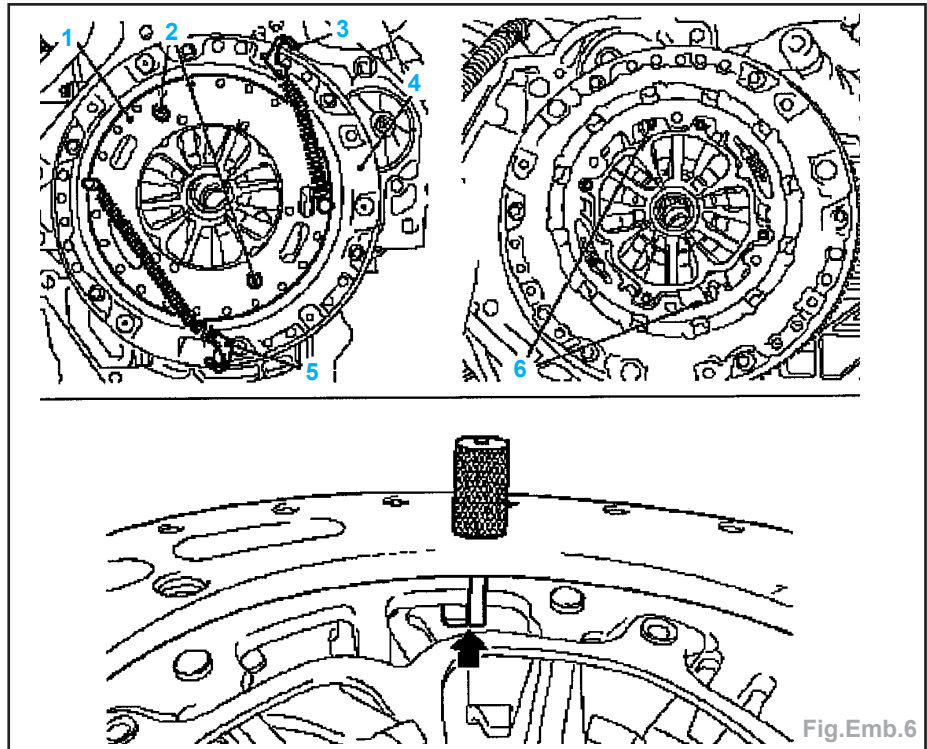

Fig.Emb.6
- Monter **KM-6289** (1) sur la plaque de pression (4) en accrochant les crochets (3 et 5) sur la plaque de pression (Fig.Emb.6).
Nota : les goupilles (2) doivent reposer sur la bague de rattrapage (6) (flèche) (Fig.Emb.6).